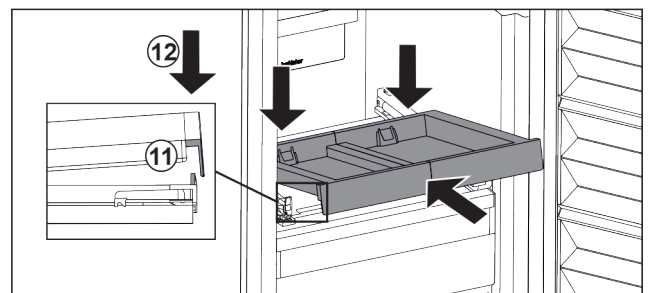

Fig. 32
- ▶ Schuin erin schuiven. Zorg ervoor dat de aanslag aan beide zijden achter de lip is. Fig. 32 (11)
- ▶ Uitschuifpateau aan voorzijde neerzetten. Fig. 32 (12)